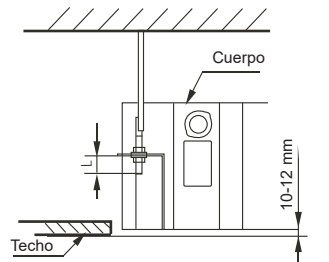

Fig. 5-6
- Ajuste la posición para garantizar que los espacios presentes entre el cuerpo y los cuatro lados del techo sean iguales. La parte baja del cuerpo debe entrar en el techo de 10 a 12 mm (véase la fig. 5-6).
- En general, L es la mitad de la longitud de la rosca del gancho de instalación (véase la fig. 5-6).